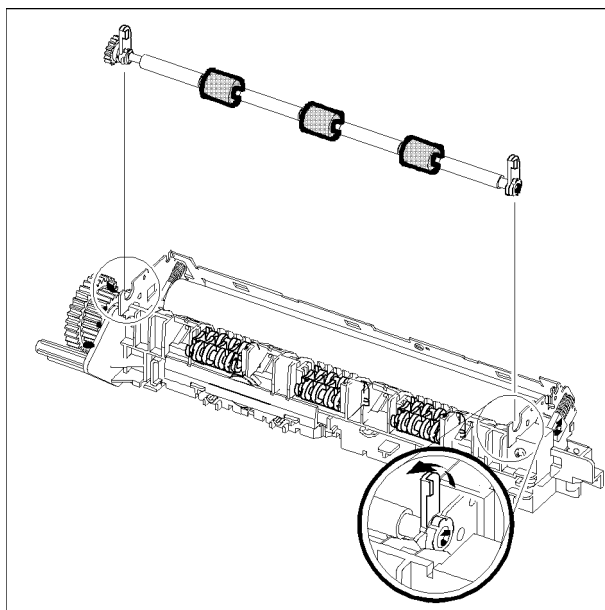

Рисунок 4
5. Освободите держатели выходного ролика в направлении, указанном стрелками. Снимите выходной ролик, рисунок 4.